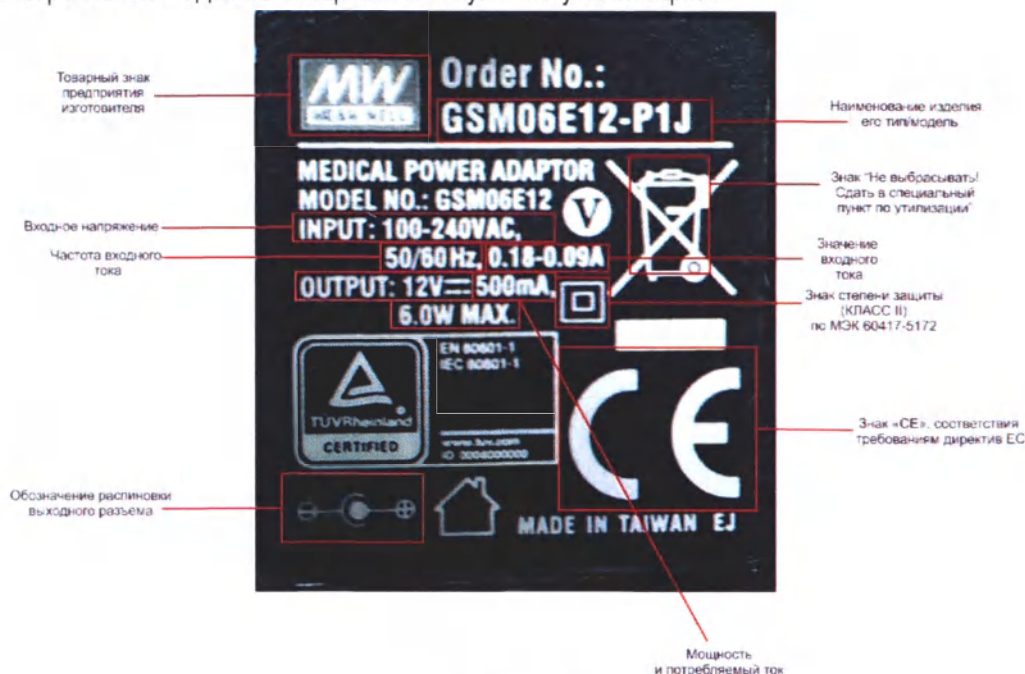

Рис.14
6.4. На сетевой адаптер должна быть нанесена информация (рис.14) о: